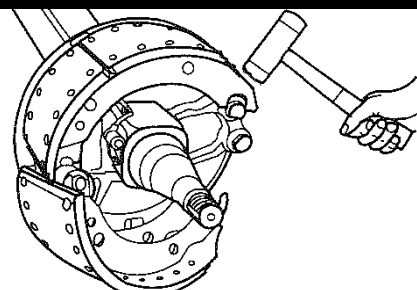

図1
① 上下ブレーキシューAss'yにカム側のリターン Springs、アンカ側のリターン Springs を取付ける。
② 上側のブレーキシューを Sカムと、ロックリングの上に仮置きし、プラスチックハンマ等で、上側のブレーキシューAss'yのアンカー側を叩きロックリングにはめ込む。 図1